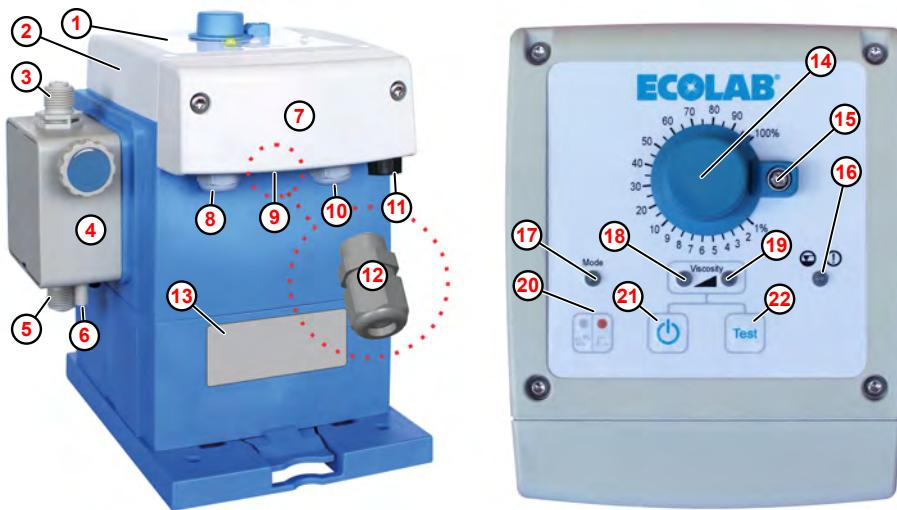

Fig. 1: Struttura e controlli «EcoUp»
Per il cablaggio del segnale d'allarme, il kit accessori della pompa contiene un apposito pressacavo M12 x 1,5 (Fig. 1, ⑫).